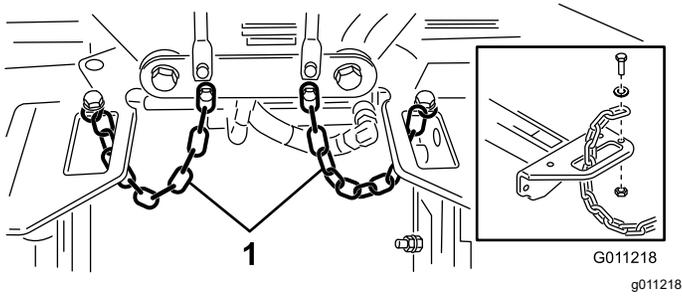

Figura 23
- Pase una cadena de volteo por la ranura situada en el extremo de cada bastidor de tiro. Sujete la cadena de volteo a la parte superior del bastidor de tiro con un perno, una arandela, y una contratuerca (Figura 23).